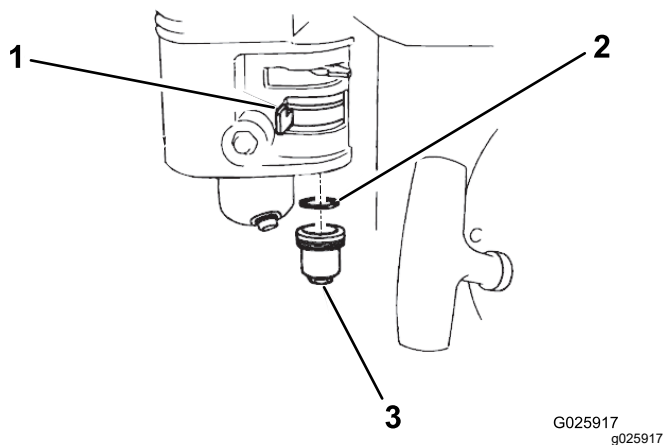

Bild 33
2. Drehen Sie den Kraftstoffhahn in die AUS-Stellung (Bild 33).
3. Entfernen Sie die Kraftstoffsedimentschale und den O-Ring (Bild 33).
6. Legen Sie den O-Ring in den Kraftstoffhahn, und befestigen Sie die Sedimentschale Bild 33. Ziehen Sie die Sedimentschale fest.